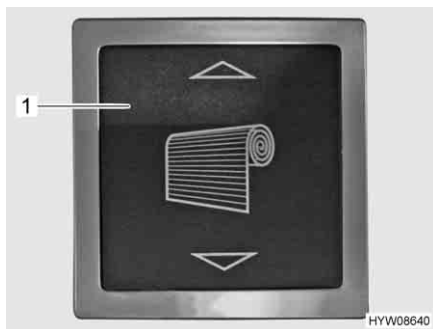
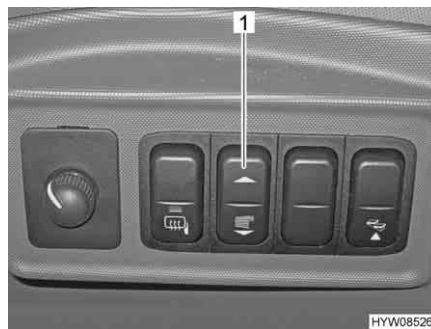
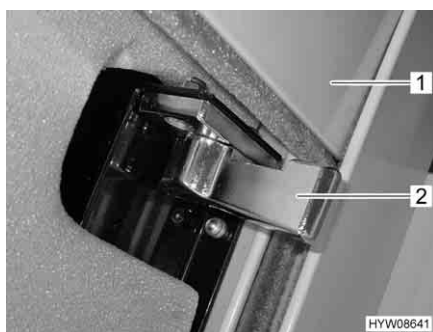

Fig. 18 Pulsante basculante per oscurante a rullo (vano abitabile)
Fig. 19 Pulsante basculante per oscurante a rullo (cruscotto)
Fig. 20 Chiusura di sicurezza oscurante a rullo
- Premere e tenere premuto il pulsante basculante (Fig. 18,1 o Fig. 19,1) finché l'oscurante a rullo (Fig. 20,1) ha raggiunto la posizione più alta.
- Sui entrambi i lati, ruotare spingendo indietro (Fig. 20) la chiusura di sicurezza (Fig. 20,2).